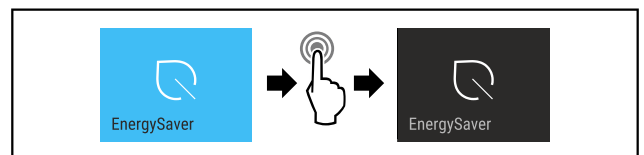

Fig. 15
► Изпълнете стъпките (виж Fig. 15).